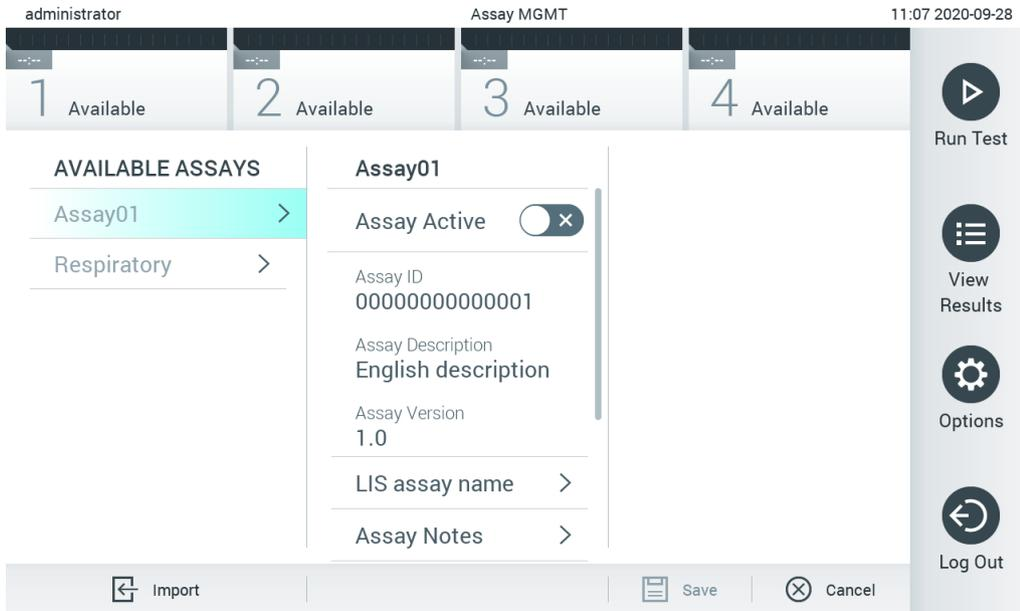

Figura 67. Pantalla Assay Management (Administración de ensayos).
2. Para importar el nuevo ensayo en el QIAstat-Dx Analyzer 1.0, pulse el botón **Options** (Opciones) y, a continuación, el botón **Assay Management** (Administración de ensayos). Aparecerá la pantalla **Assay Management** (Administración de ensayos) en la zona de contenido de la pantalla (figura 67).